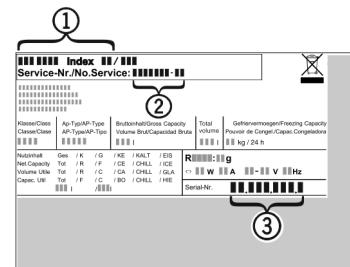

Fig. 11
- ▶ Z typového štítku odčítajte označenie zariadenia Fig. 11 (1), servisné č. Fig. 11 (2) a sériové č. Fig. 11 (3). Typový štítek je na ľavej vnútornej strane zariadenia.
- ▶ Upovedomte zákaznícky servis a oznámte chybu, označenie zariadenia Fig. 11 (1), servisné č. Fig. 11 (2) a sériové č. Fig. 11 (3).